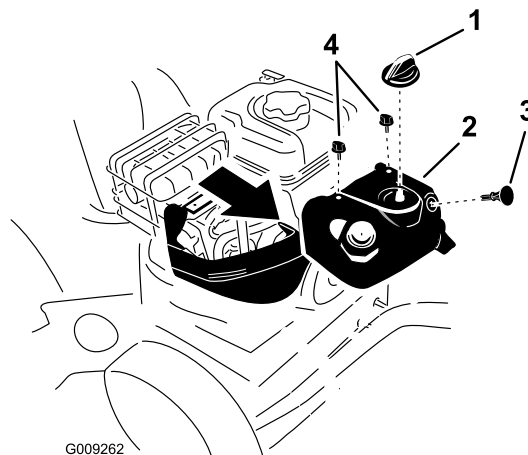

Figure 46
Remarque: Vous devez déposer le capot anti-neige supérieur pour accéder à la bougie d'allumage (Figure 46).
- Enlevez la commande de starter et la clé de contact (Figure 46).
- Enlevez les 2 vis qui fixent le capot anti-neige à la déneigeuse (Figure 46).